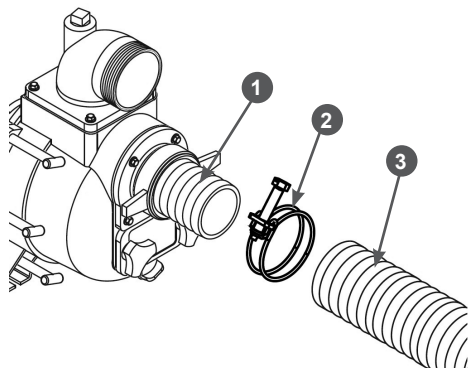

Рис. 16 Установка всасывающего рукава
- Наденьте до упора всасывающий рукав 3 на патрубок 1 и затяните его хомутом 2 (Рис. 16).